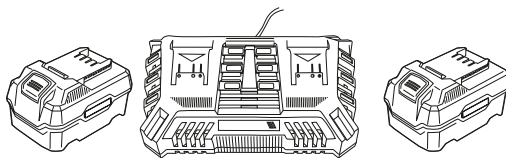

Рис. 7
- Подключите аккумулятор к зарядному устройству. Индикатор на зарядном устройстве загорается зеленым светом, и начнется процесс зарядки (Рис. 7).